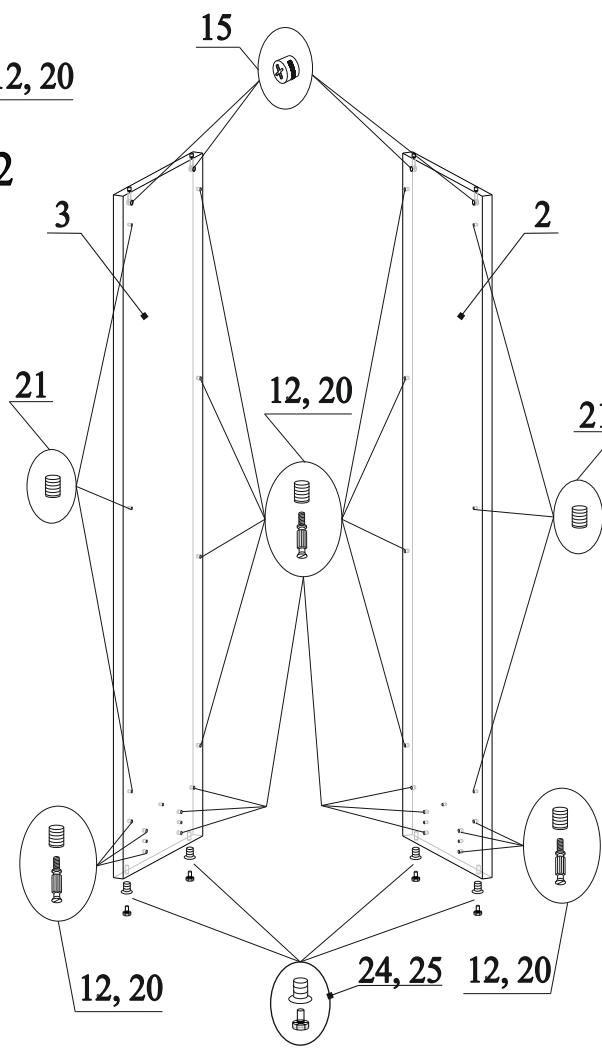

Рис.3
2. В отверстия на деталях 2 и 3 вбить муфты 21 (рис.3);
3. В отверстия на деталях 2 и 3 вбить муфты 20 и вкрутить в них дюбеля 12 (рис.3);
4. В отверстия на деталях 2 и 3 вставить эксцентрики 15 стрелками к торцевым отверстиям (рис.3);
5. В нижний торец деталей 2 и 3 закрутить футорку 24 и вкрутить в нее опору 25 (рис.3);